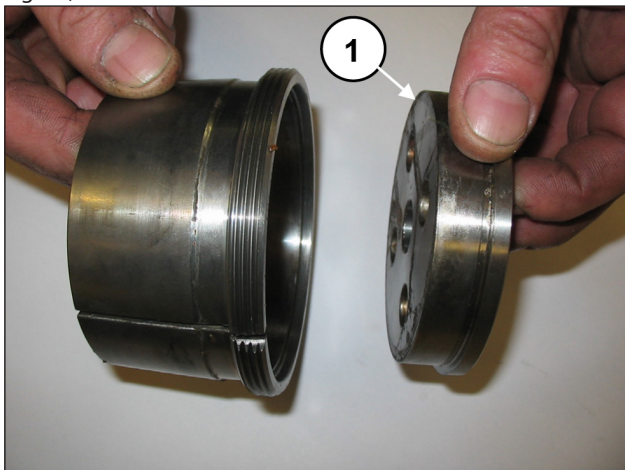

Fig. 22
Separe a flange de bloqueio da bússola de pressão (pos. ①, Fig. 22).